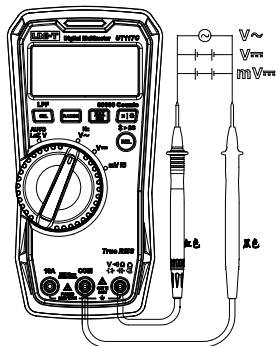

图 5
1. 自动交直流电压 (Auto-V LoZ) 测量(图5)
2. 交直流电压测量 (图5)
3. 交直流电压mV测量 (图5)